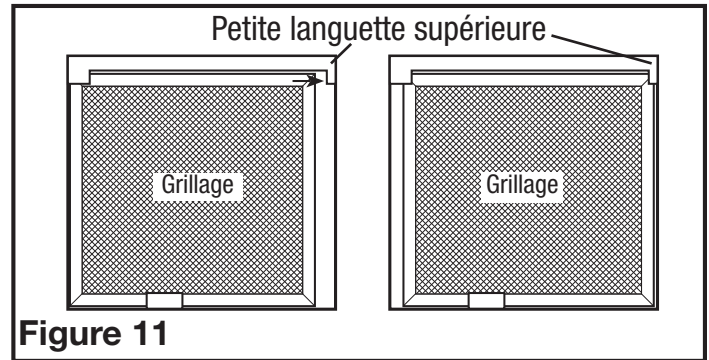

Figure 11
- Faites glisser le grillage vers la plus petite languette supérieure en vous assurant que le grillage se place derrière la languette (**Figure 11**).
- Confirmez que le grillage est maintenu en place par les deux languettes supérieures (**Figure 11**).